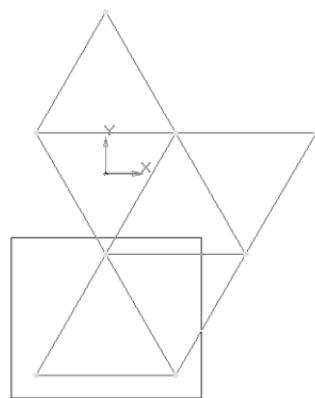
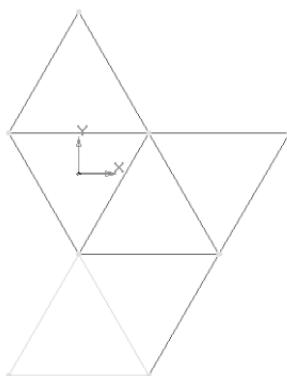

Рис. 384
Рис. 385
- на Компактной панели снова выберите кнопку переключения – Выделение, команда – Выделить рамкой. Обведите рамкой треугольник, как показано на рис. 384. Выделенный объект изменит цвет (рис. 385);